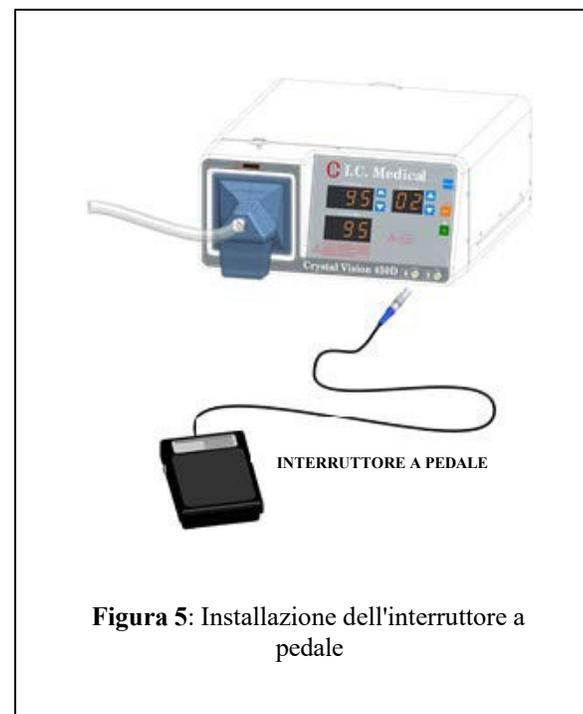

Figura 5: Installazione dell'interruttore a pedale
1. Collegare il connettore dell'interruttore a pedale alla porta ESU/Laser dell'evacuatore di fumo come da Figura 5.